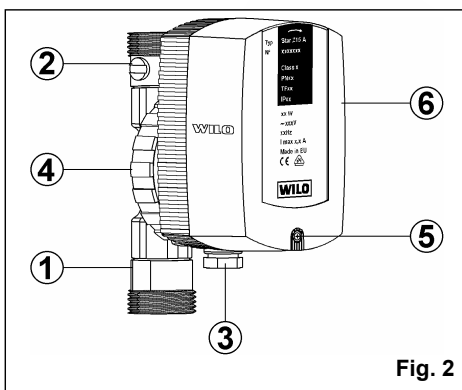
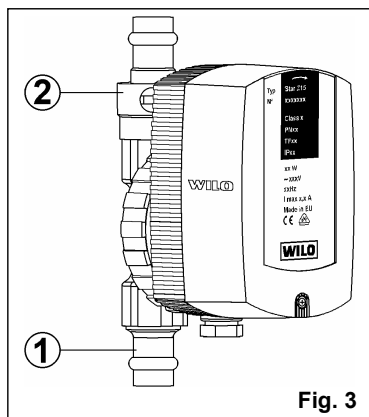

Fig. 2
Fig. 3
Насос Z15A (рис.2) выполнен в сборе с арматурой и готов к монтажу. Со стороны всасывания установлен шаровый кран, а на выходе насоса - обратный клапан, которые являются необходимыми для работы в циркуляционных системах.
Насос Z 15 APress (рис. 3) имеет обжимные соединения для монтажа к трубам: шаровый кран установлен на стороне всасывания, обратный клапан - на выходе насоса.
- У насосов Z 15 A/C обратный клапан вкручен в напорный штуцер (рис. 2, поз. 1), а шаровой кран - во всасывающий. У насосов Z 15APress обратный клапан встроен в напорный патрубок (рис. 3, поз. 1), тогда как шаровой кран встроен во всасывающий патрубок (рис. 3, поз. 2). Шаровый кран открыт, если положение его шлица соответствует направлению потока. Кран закрыт, если положение шлица перпендикулярно направлению потока.
- Ввод кабеля (рис. 2, поз.3) всегда должен располагаться внизу, чтобы избежать попадания влаги внутрь корпуса двигателя. Для изменения положения двигателя относительно корпуса насоса необходимо ослабить соединительную гайку (рис. 2, поз.4) и повернуть двигатель в нужное положение.
- Подключение выполнять согласно рисунку 6. Открутить винт (рис. 2, поз. 5), снять кожух (рис. 2, поз. 6) со стопорным замком. Подключение показано на клеммной планке.
- Отвернуть соединительную накидную гайку (рис. 2, поз. 4) и демонтировать мотор с рабочим колесом. Восстановить свободное вращение путем очистки и промывки.